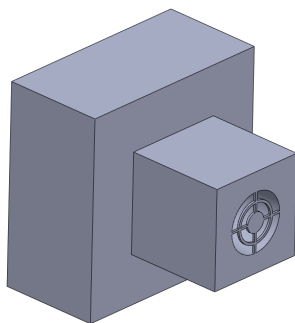

图 9-42 创建通风口特征
(8) 单击【确定】按钮 ，即可创建通风口特征，如图 9-42 所示。